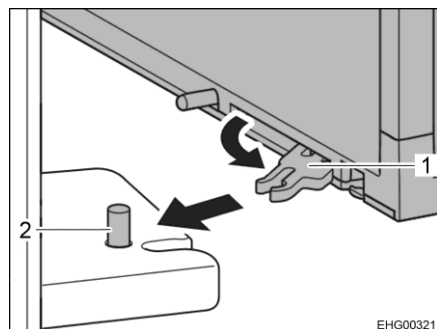

Fig. 83 Bloccaggio della porta del frigorifero
- Estrarre e tirare in avanti i distanziatori superiore e inferiore (Fig. 83,1) dalla parte interna della porta del frigorifero.
- Il distanziatore dovrà agganciarsi al perno (Fig. 83,2).